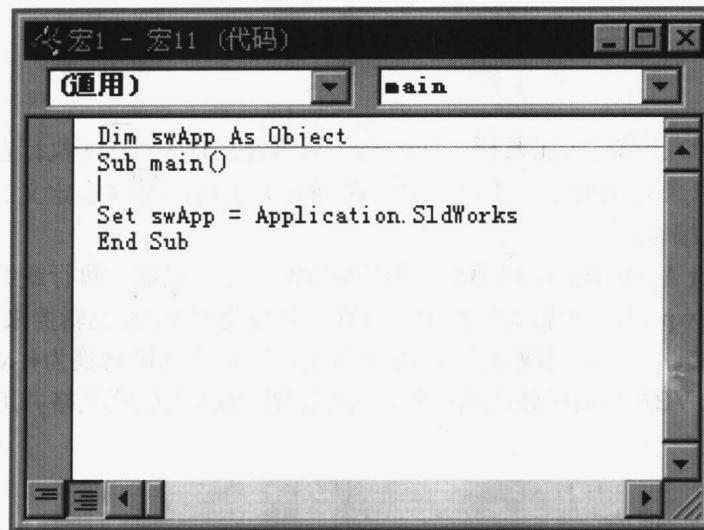

图 1.4 宏编辑器
(3) 输入文件名称，如“宏 1”，单击“保存”按钮。
(4) 打开宏编辑器，如图 1.4 所示，即可在此生成新的宏。
(5) 单击宏工具栏上的（编辑宏）工具，或单击“工具”→“宏操作”→“编辑”命令，弹出“编辑宏”对话框，选择宏文件并单击“打开”按钮。然后在如图 1.4 所示的宏编辑器中编辑宏。